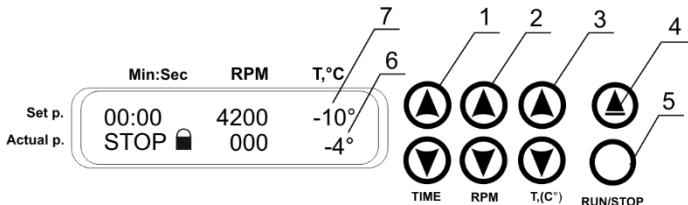

Рис. 2. Панель управления
- Ротор всегда должен быть тщательно закреплен. При появлении необычного шума при запуске, что может свидетельствовать о неправильной фиксации ротора, немедленно остановите центрифугу нажатием кнопки **RUN/STOP** (рис. 2/5).
-  **Примечание.** Если центрифуга закрыта, откройте крышку, нажав на кнопку **▲ Open** (рис. 2/4), и поднимите крышку рукой.
4.6. Используя кнопки и T, °C (рис. 2/3), установите необходимую температуру в градусах Цельсия (-10...+25°C, шаг 1°C). Температуру можно изменять и во время работы центрифуги.
- Примечание.** Для лучшей термостабилизации установите скорость вращения ротора 500 об/мин, используя кнопки и RPM (рис. 2/2), и запустите центрифугу, нажав кнопку RUN/STOP.
- 4.7. После термостабилизации, на что указывает соответствие выставленного (рис. 2/7) и фактического значений температур (рис. 2/6), остановите вращение ротора, используя кнопку RUN/STOP (рис. 2/5).
4.8. Откройте крышку, нажав на кнопку Open (рис. 2/4).
4.10. Используя кнопки и RPM (рис. 2/2), установите необходимую скорость вращения (100 – 4200 об/мин, шаг 100 об/мин), учитывая тип ротора. Скорость вращения можно изменять и во время работы центрифуги.
4.11. Используя кнопки и TIME (рис. 2/1), установите необходимый интервал времени в минутах (0 – 90 мин, шаг 1 мин).